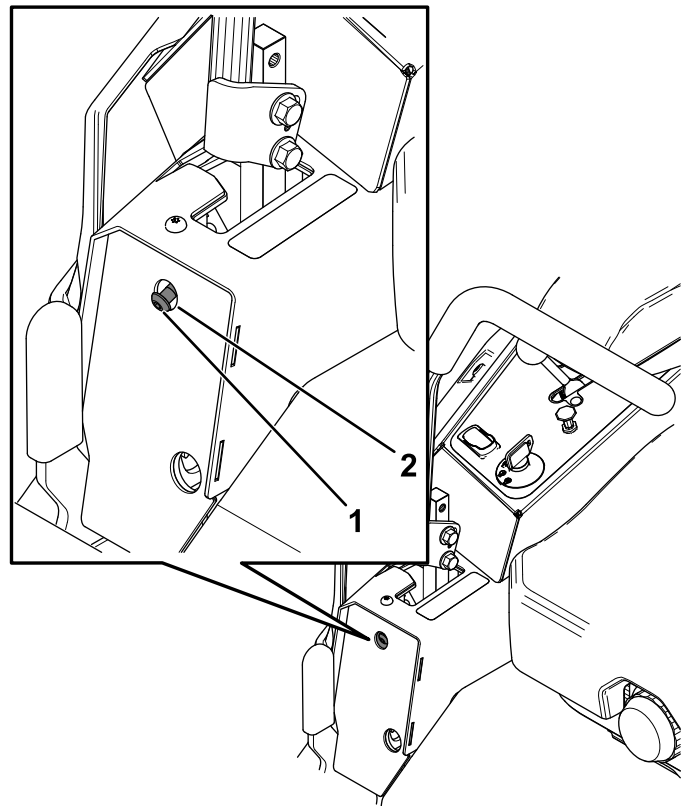

Figura 55
6. Dacă maina se îndreaptă spre dreapta, introduceți o cheie hexagonală de 3/16" în orificiul de acces al panoului stânga al capacului frontal i rotiți urubul de aliniere în sensul acelor de ceasornic sau în sens invers acelor de ceasornic, pentru a regla cursa manetei (Figura 55).
7. Dacă maina se îndreaptă spre stânga, introduceți o cheie hexagonală de 3/16" în orificiul de acces al panoului dreapta al capacului frontal i rotiți urubul de aliniere în sensul acelor de ceasornic sau în sens invers acelor de ceasornic, pentru a regla cursa manetei (Figura 55).